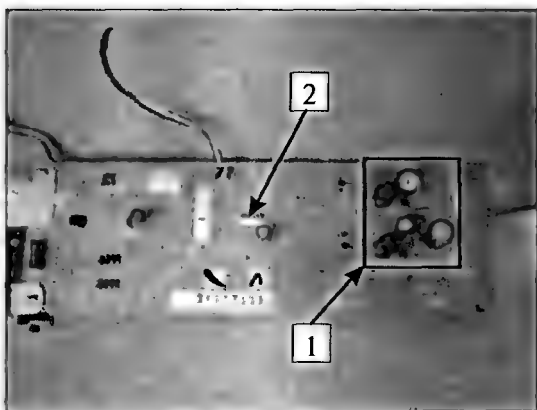

Рис. 10.40
- 1 — элементы DC/DC-преобразователя напряжения 5 В (рис. 10.40);
- 2 — кварцевый резонатор микросхемы контроллера (рис. 10.40);
Проверяют импульсный преобразователь 5 В (1 на рис. 10.40) платы управления принтера. Если он исправен, а дефект остался — заменяют целиком плату.